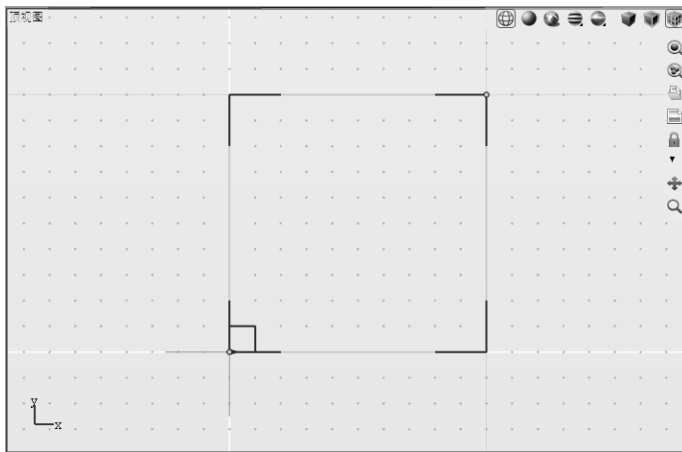

图 2-32 绘制矩形，激活捕捉栅格#2
6) 鼠标激活“捕捉栅格 2”工具, 或使用键盘快捷键 $\langle \text{Alt}+2 \rangle$ 。再次绘制一个矩形, 这次在绘制过程中, 可以感觉到光标自动捕捉的范围发生变化, 可以捕捉并绘制的最小矩形尺寸如图 2-32 所示, 其长度和宽度分别为 1cm。